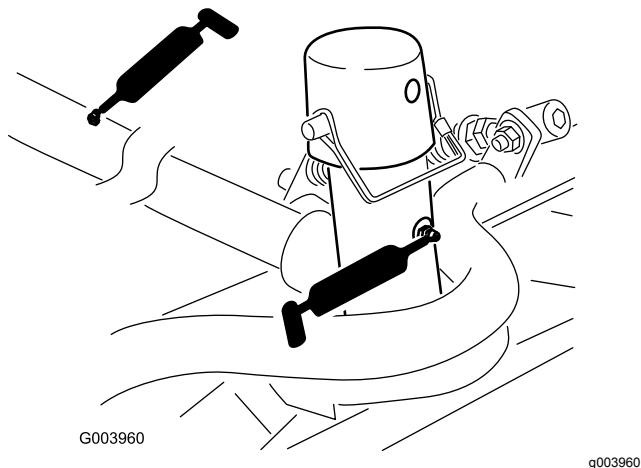

Figura 38
- Bastidor de tiro y pivote de la unidad de corte (2 en cada) (Figura 38).